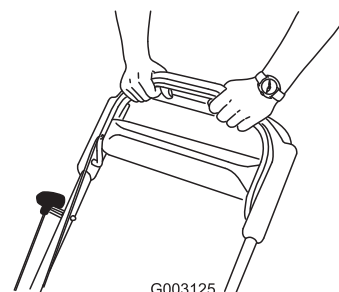

Figure 16
3. Maintenez la barre de commande des lames contre le guidon (Figure 16).